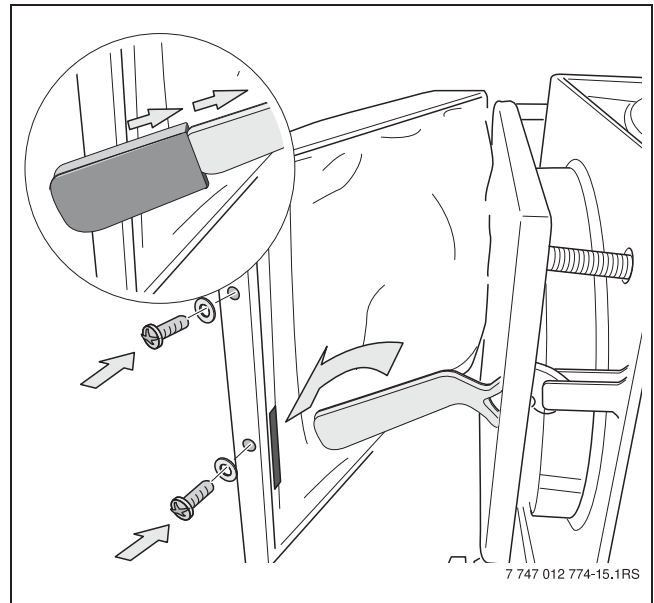

Figura 13 Montarea capacului uşii de alimentare
- Se aşază capacul uşii de alimentare pe uşă. Zăvorul se introduce prin fanta decupată în capac (-> Figura 13).